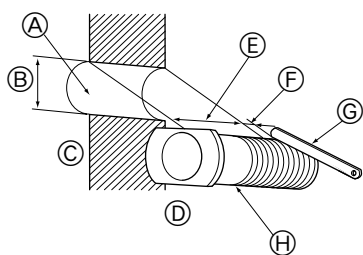

Fig. 3-6
3.4.1. Percage des trous (Fig. 3-6)
- ① Percez des trous de $\varnothing 65$ ou $\varnothing 75$ mm de diamètre et de 5-7 mm de profondeur environ légèrement inclinés vers le bas et vers l'extérieur de la pièce.
- ② Insérez les manchons d'ouverture murale dans les trous.